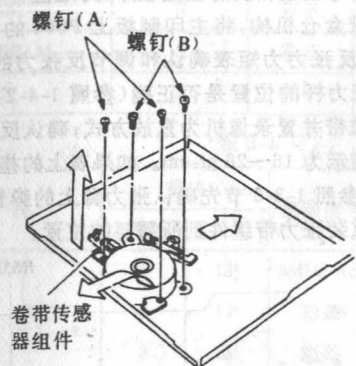

图 1-3-36 卷带电机组件的更换
- ① 卷带电机组件的更换(图 1-3-36)。
将机座翻个个让底板朝上,拆下两个螺丝(A)和两个螺丝(B),拔掉 3 芯插头,该插头是卷带传感器组件与卷带电机的连线插头。沿图 1-3-36 箭头所示方向拆下惰轮组件,然后沿箭头所示方向卸下卷带电机。